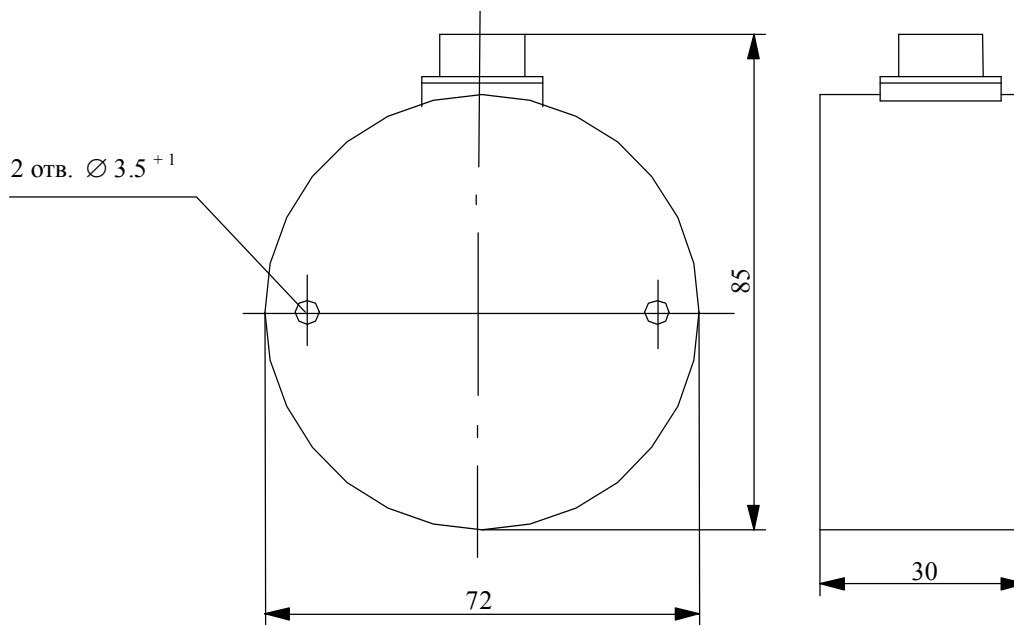

Рис. 4.1 Инклинометр ИЛМ-01
4.1. Инклинометр выполнен в виде законченного блока, общий вид которого приведен на рис. 4.1